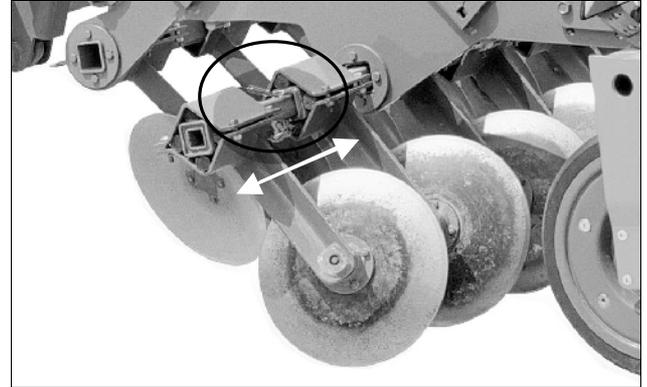

Fig. 37
- Randscheiben (Fig. 37) einschieben und mittels Sicherungsbolzen und Klapenstecker fixieren.